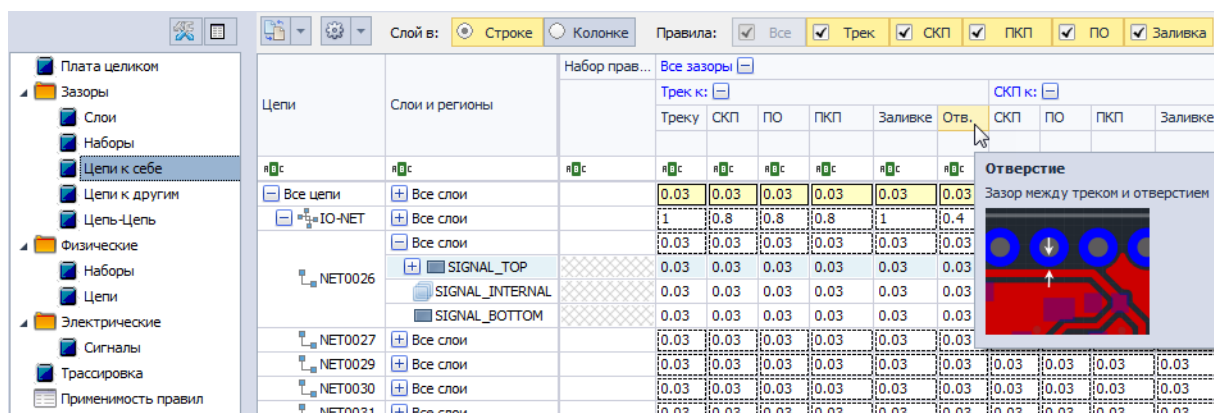

Рис. 9 Зазор между треком и отверстием
- Зазор между треком и любым отверстием обозначается как «Трек к Отв.», см. Рис. 9. Зазор определяет область вокруг отверстия (не учитывая наличия контактной площадки, в случаях, если она есть), в которой не может присутствовать какой-либо элемент трека.